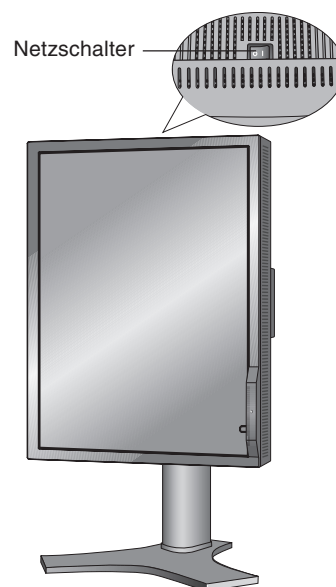

Abbildung E.1
10. Schalten Sie den Monitor mit dem Netzschalter auf der oberen (Hochformat) oder linken (Querformat) Seite ein (**Abbildung E.1**). Schalten Sie den Computer ein.